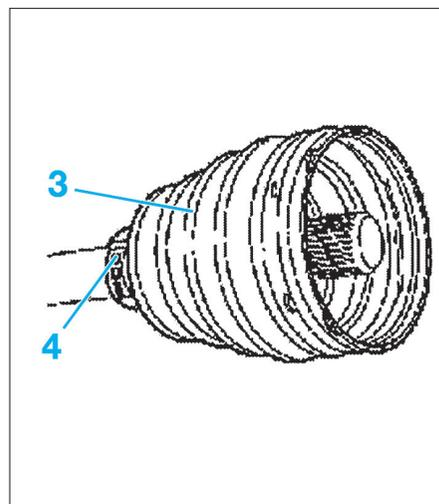

FIG. 4
- Présenter sur l'arbre le collier (4) et le soufflet (3) neufs (Fig.4).